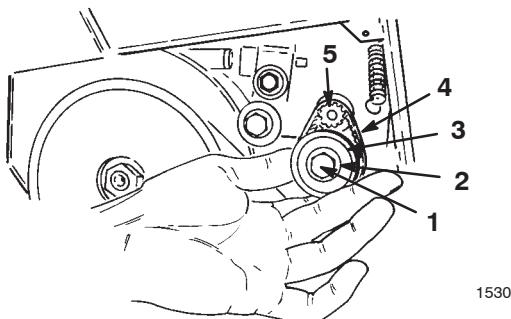

Bild 20
- Entfernen Sie die zwei Scheiben und die kleine Spannscheibe (Bild 20).
- Nehmen Sie den kleinen Riemen ab und werfen Sie ihn weg (Bild 20).
- Schieben Sie den Riemen auf die Motorwellenspannscheibe (Bild 20).